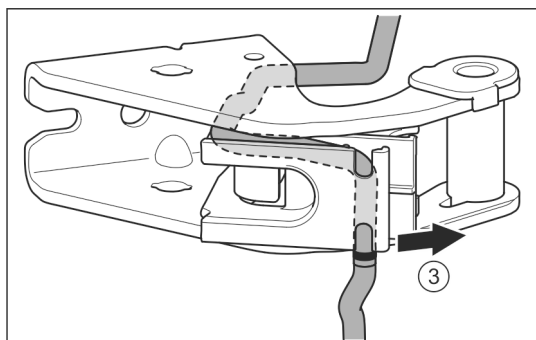

Fig. 30
- ▶ Uvolněte kabel z vedení. Fig. 30 (3)